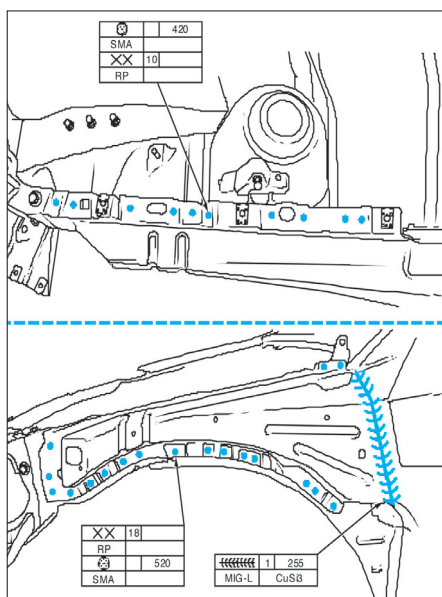

FIG. 9
- Appliquer la colle de protection anticorrosion sur le renfort du passage de roue (fig. 9).
- Positionner puis souder le renfort de passage de roue (fig. 9).